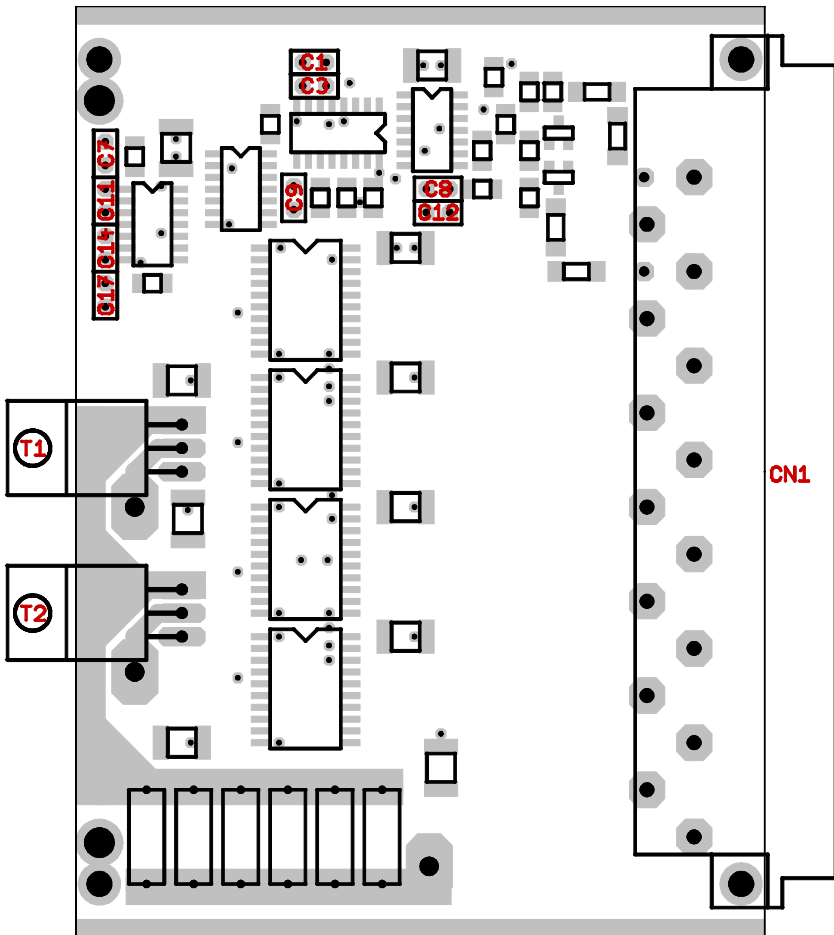
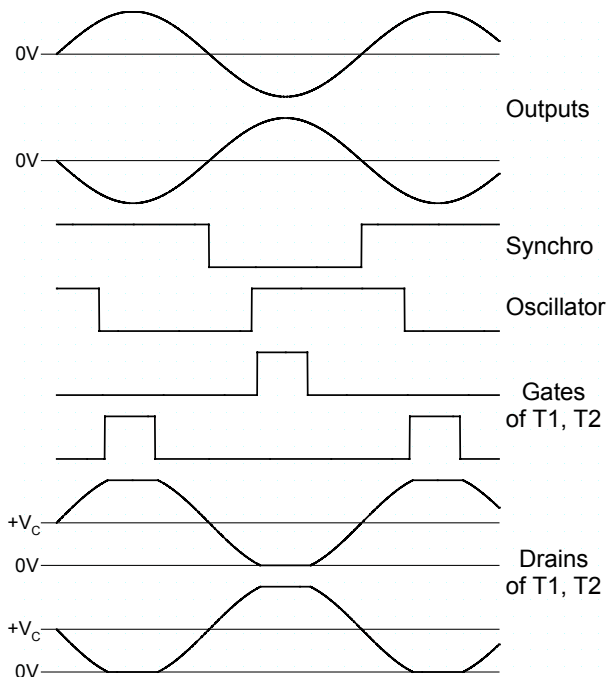

Abb. 6. Anschlüsse und Einstellungselemente der RF-Endstufe (RF Power Stage).
Abb. 7. Schematische Verläufe der wichtigsten Signale der RF-Endstufe (*RF Power Stage*).
Mit den Einstellungselementen des Moduls können die Arbeitsfrequenz sowie die genauen Betriebsparameter der Endstufe justiert werden (siehe Abb. 7, sowie Seite 14, Abb. 4). Die Einstellungselemente sind in Abbildung 6 dargestellt und ihre Funktion in der folgenden Tabelle zusammengefasst:
2. Beobachten Sie mit einem Oszilloskop die Steuerpulse der beiden MOS-FETs an ihren Gates (die unteren Anschlüsse von $T1$ und $T2$ in Abb. 6, siehe auch Seite 14, Abb. 4). Messen Sie ihre Frequenz. Diese gleicht der freien Oszillatorfrequenz der PLL Schaltung.
3. Stellen Sie mit Hilfe der Kondensatoren $C1$ und $C3$ die freie Oszillatorfrequenz der PLL Schaltung so ein, dass sie der erwünschten Arbeitsfrequenz der RF-Endstufe gleicht (siehe auch Abb. 7).